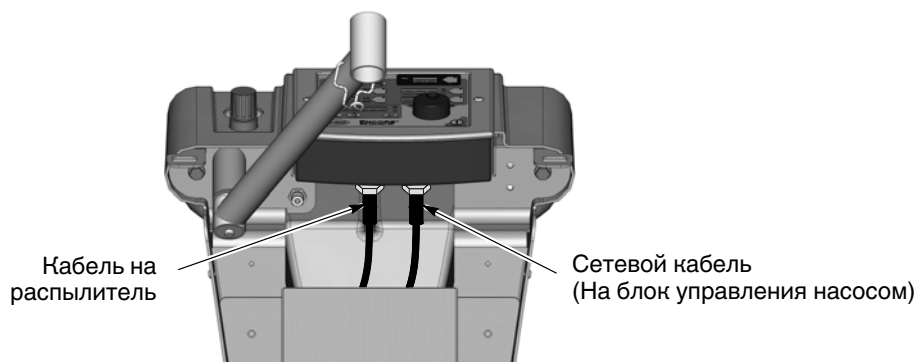

Рис. 3-7 Присоединение кабеля распылителя к блоку управления системой – показана передвижная система
1. Передвижная система: см. рис. 3-7. Пропустить кабель распылителя через заднюю часть колонки тележки и проложить вверх в верхней передней части. Это позволит связать кабель в единый жгут со шлангами распыла и воздушной очистки электрода.